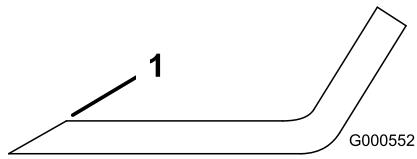
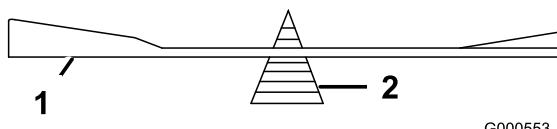

Figure 41
Figure 42
1. Au moyen d'une lime, aiguissez les tranchants aux deux extrémités de la lame (Figure 41). Veillez à conserver l'angle de coupe d'origine.
2. Vérifiez l'équilibre de la lame en la plaçant sur un équilibrEUR (Figure 42). Si la lame reste horizontale, elle est équilibrée et peut être utilisée. Si la lame est déséquilibrée, limez un peu l'extrémité de la partie incurvée seulement (Figure 41). Répétez la procédure jusqu'à ce que la lame soit équilibrée.